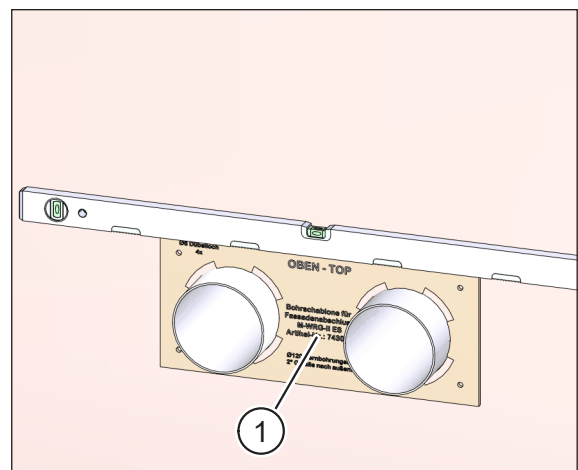

Fig. 21: Țevile de ventilație pe partea exterioră a peretelui
- ▶ Împingeți șablonul de găurire pentru grila exterioră (elementul 1 în Fig. 21) peste țevile de ventilație.